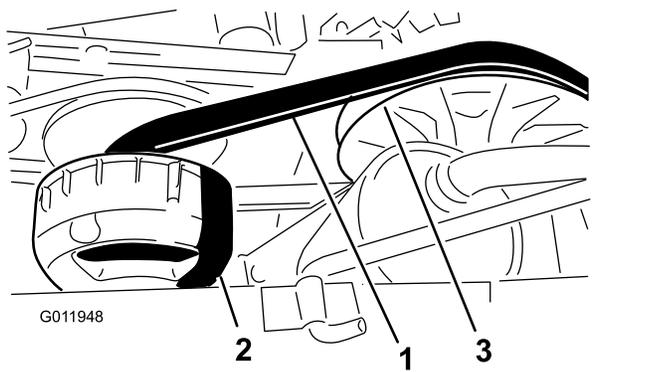

Figura 70
4. Fate girare la cinghia (Figura 70) ed ispezionatela per rilevarne eventuale segni di eccessiva usura o danni.
3. Girate la cinghia e fatela passare sulla frizione secondaria (Figura 70).
4. Rimuovete la cinghia dalla frizione primaria (Figura 70).
5. Allineate la nuova cinghia sopra la frizione primaria (Figura 70).
6. Girate la cinghia e fatela passare sulla frizione secondaria (Figura 70).